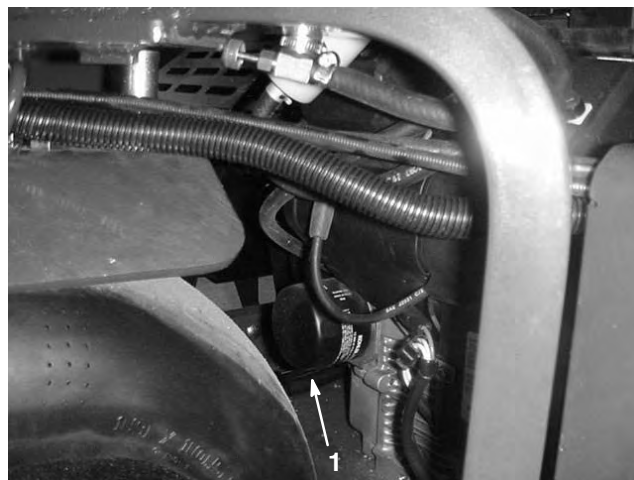

Figure 46
3. Placez un bac de vidange sous l'orifice de vidange. Enlevez le bouchon de vidange pour permettre à l'huile de s'écouler (Fig. 46).